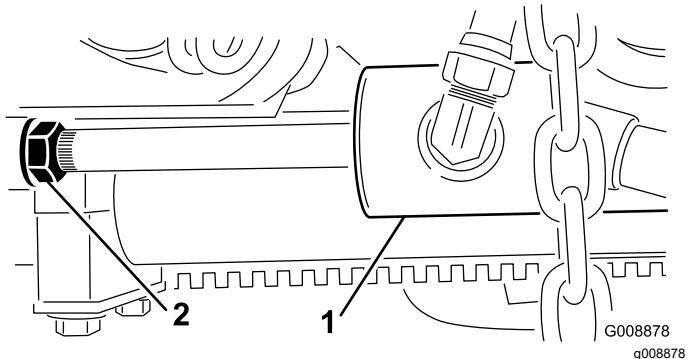

Bild 27
2. Lösen Sie die Kontermuttern an der Zylinderstange (Bild 27).